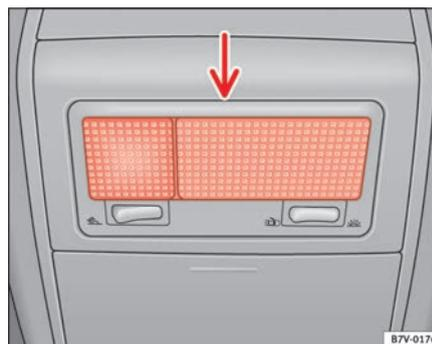

Fig. 169 Luz interior
- Introduzca un destornillador fino o un objeto similar entre la carcasa y el cristal (flecha) ⇒ fig. 169 y quite el cristal con cuidado.